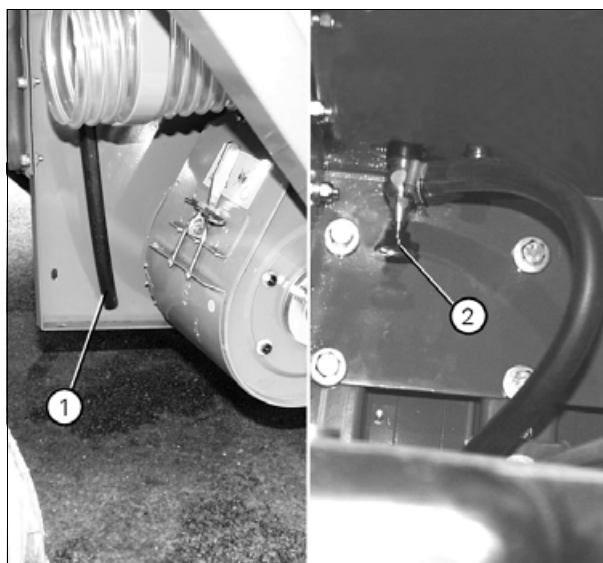

Рис. 3.
(рис. 3)
Слить из бака гидравлического масла конденсат, для этого открыть кран (2), как показано на (рис. 3), и долить в бак масло.